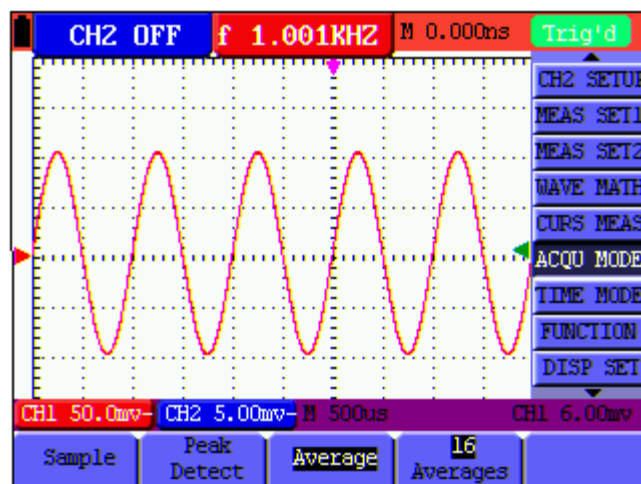

Figure 13 : Mode Moyenne du facteur d'échantillonnage
2. Appuyez sur **MENU ▲** ou **MENU ▼** pour sélectionner le mode **ACQU** (acquisition) ; il apparaît quatre (4) options sélectionnables en bas de l'écran.
3. Appuyez sur la touche **F3** pour sélectionner **Average Factors** puis appuyez sur la touche **F4** pour passer à **Average 16**. L'appareil de mesure fera alors la mesure de 16 échantillons (ou acquisitions) et affichera le résultat final. Référez-vous à la Figure 13 :